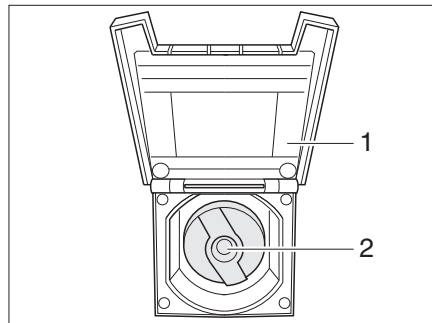

Fig. 137 Couvercle de fermeture pour bec de remplissage d'eau potable
- Ouvrir le clapet de fermeture (Fig. 137,1) vers le bec de remplissage d'eau potable.
- Insérer la clé dans le barillet (Fig. 137,2) et la tourner d'un quart de tour dans le sens inverse des aiguilles d'une montre.
- Fermer le clapet de fermeture (Fig. 137,1).
- Ouvrir le bec de remplissage d'eau potable (Fig. 137).